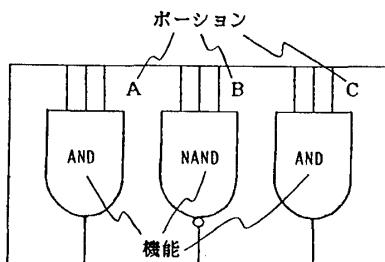

図2 論理部品ライブラリ
(1) 論理部品ライブラリ：ポーション、機能等、部品の論理情報を格納したライブラリであり、その下位ライブラリとして、物理部品ライブラリが定義される。(図2参照)
(2) 物理部品ライブラリ：部品形状やピン位置等、部品の物理情報を格納したライブラリであり、同一論理部品に対して、DIP型や表面実装型など複数種類の定義が可能で、レイアウト設計を行なう時には、その中の1つが選択される。物理部品ライブラリの下位ライ